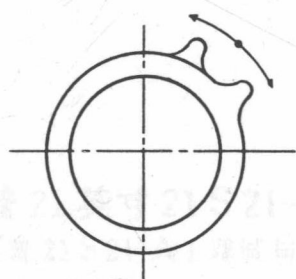
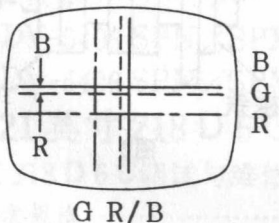
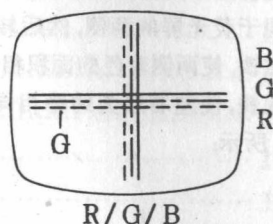

图4
图6
图8
③两个磁铁环一起转动,如图 4 所示。
②转动4极磁铁,如图4所示,使图象中央的蓝/红水平方向会聚,如图6所示;
④转动6极磁铁,如图4所示,使图象中央的绿水平线和蓝/红水平线会聚,如图8所示;